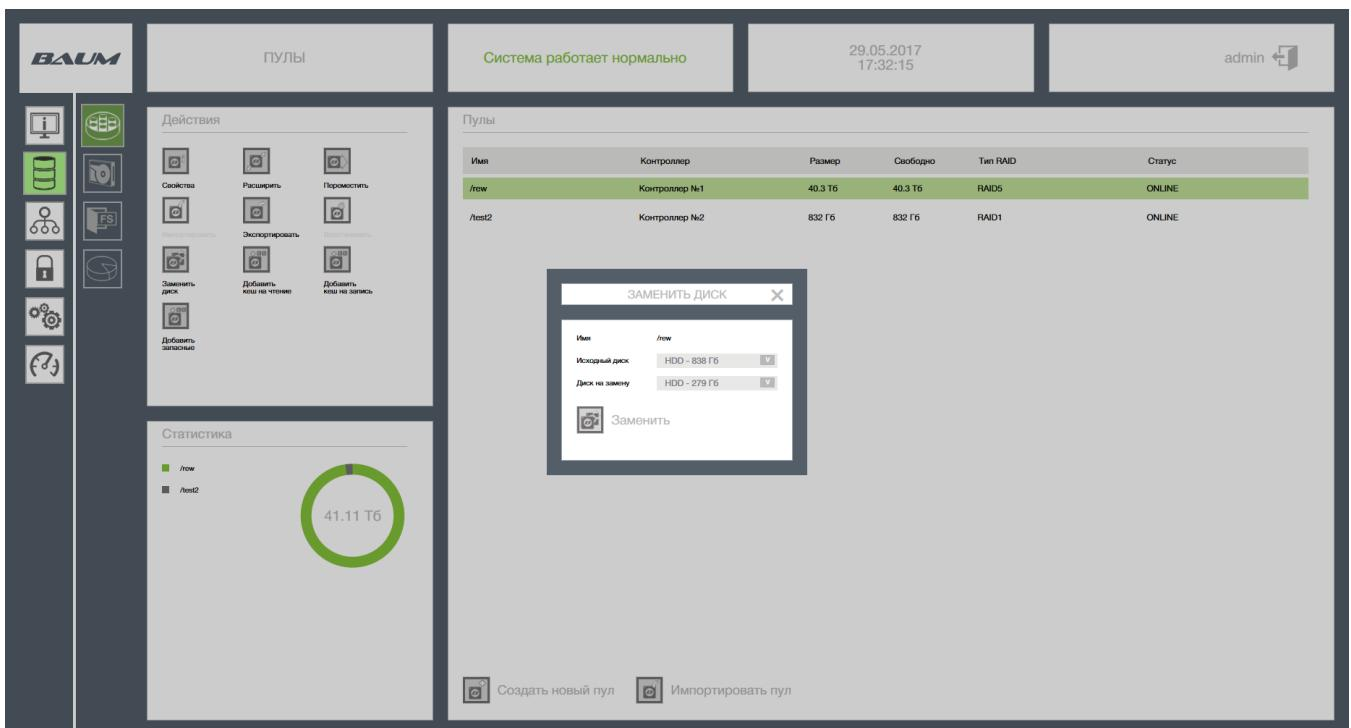

Рисунок 27 – Изменение пула
- 2) В окне «Пулы» выбрать массив, в котором будет заменен диск (см. Рисунок 27).